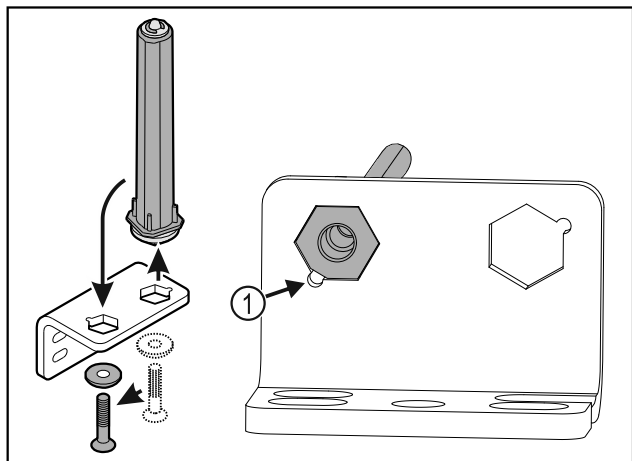

Fig. 32
- ▶ Dbejte, aby při vsazování ukazovalo zešikmení čepu Fig. 32 (1) ke kulatému otvoru.